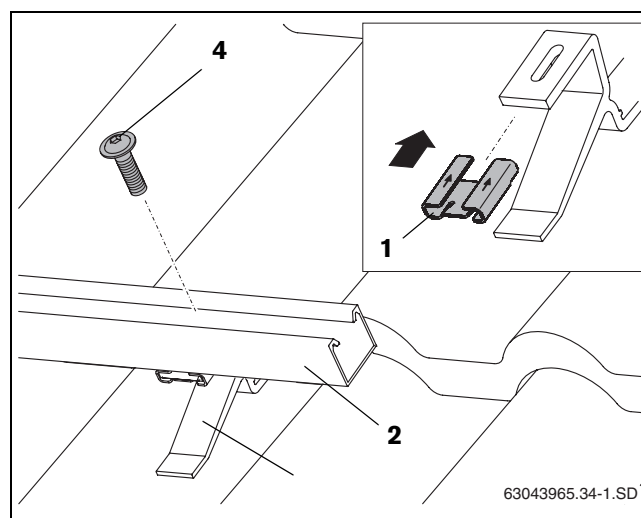

Fig. 29 Fijación de los perfiles guía a los ganchos de tejado
- Desplace la tuerca deslizante (Fig. 29, [1]) sobre el gancho de tejado siguiendo el sentido de la flecha.
- Coloque los perfiles guía inferiores (Fig. 29, [2]) sobre los ganchos de tejado y apriete ligeramente el tornillo M8 (Fig. 29, [3]) para poder nivelar los perfiles guía.